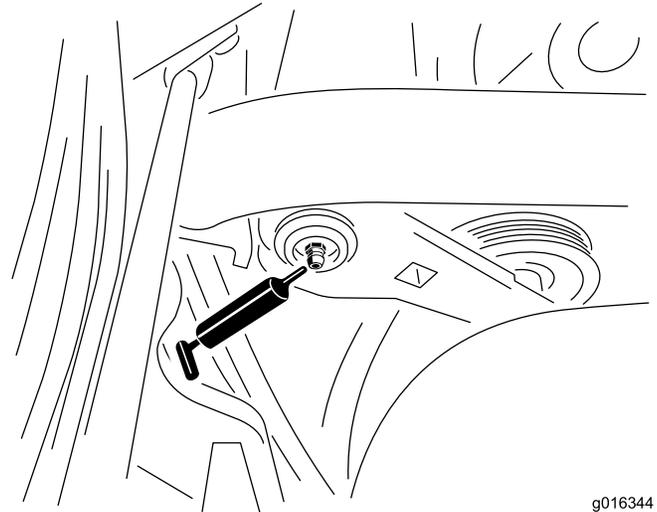

図 27
- 異物を入れてしまわないよう、グリスニップルをきれいに拭く 図 27。